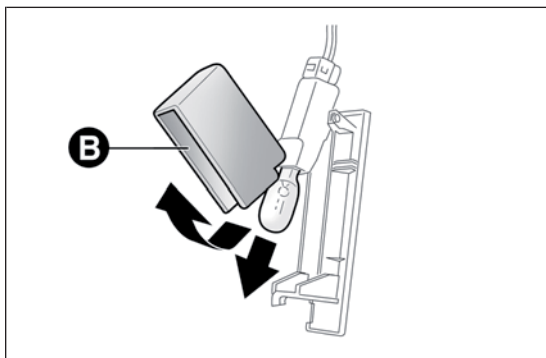

РИС. 147
- откройте крышку В РИС. 147 и замените лампы;